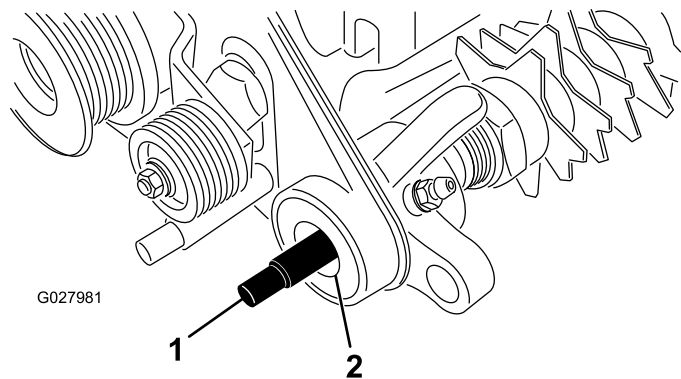

Figura 5
11. Aplique lubrificante nos vedantes do suporte do rolamento do conjunto da transmissão e extremidade do eixo do rastelo (Figura 5).
12. Deslize a extremidade ranhurada do eixo do rastelo no suporte do rolamento do conjunto da transmissão (Figura 5).